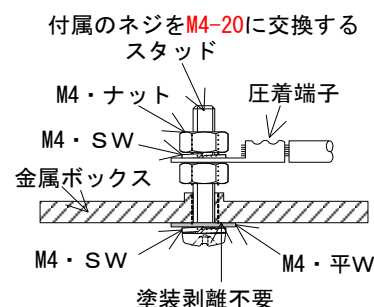

図 2-2
- (j) 金属ボックスの接地はボックス外側から締付けている既存の接地用ネジを取外し、新たにM4-20のねじを接地スタッドして取付ける。この時のボックス表面の塗装は剥離しなくてもよい。図 2-2 参照
- (k) コントロールボックス内の端子台から金属ボックスへの接地線の接続は、金属ボックス内側の(k)項目で設けた接地スタッドに接続すること。図 2-2 参照
- ①リレー、TLR (H3Y-2) については、平行2本以上の場合で、リレー、TLR 1個につき最大片側1箇所のみとし、1本の場合には切り欠きを不可とする。
- ②TBはTB幅+両端から5mmまでの切り欠きを可とし、それ以上は不可とする。
- ③FLR、TLR (H3CR-A) については、平行2本以上の場合で、最大2箇所のみ可とする。
- ④束線の場合は電線の本数が4本までは切欠き不可とする。